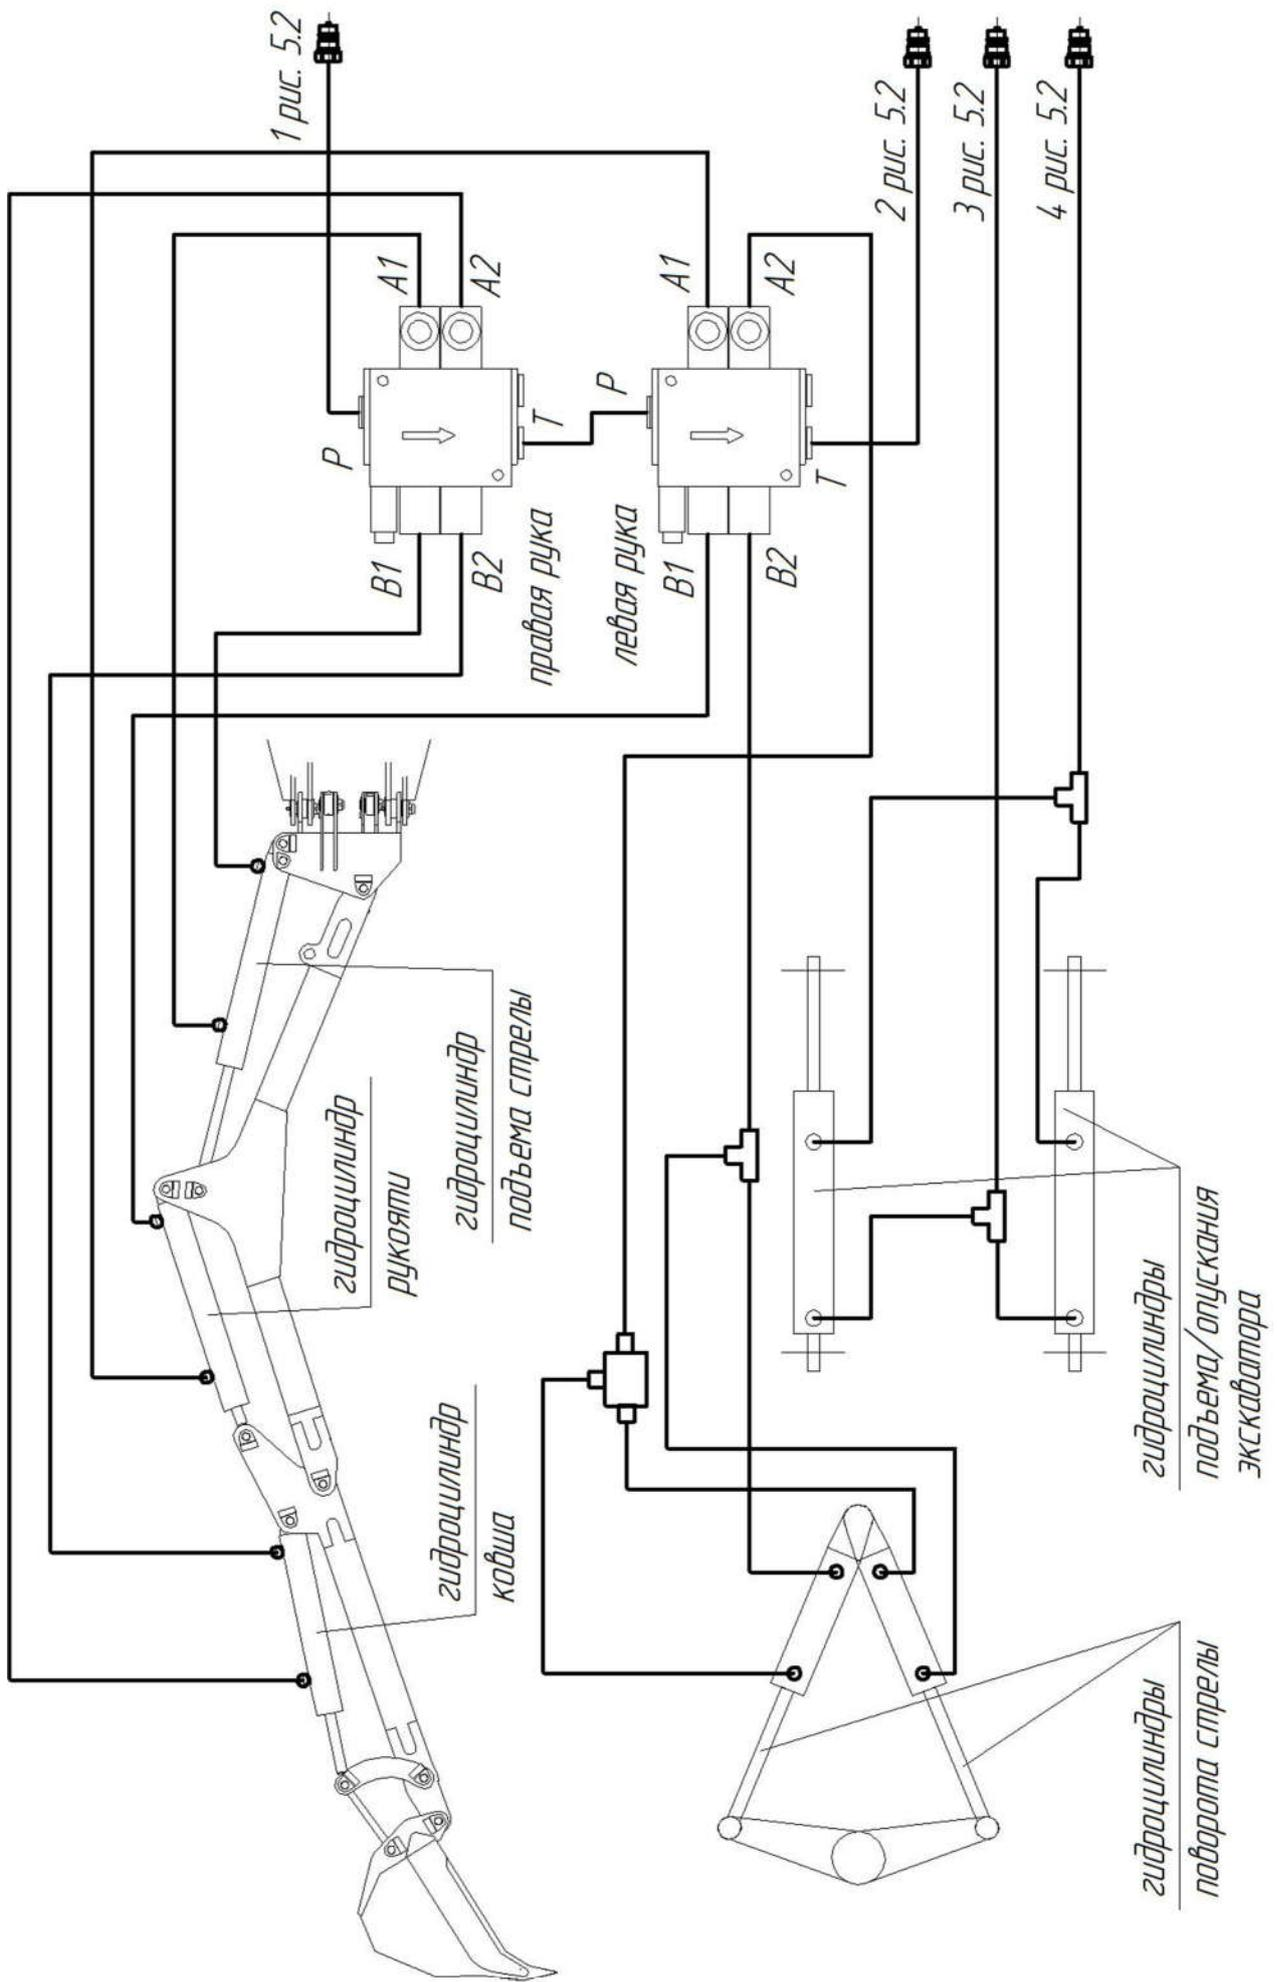

Рис.5.1
1.4.4. Гидросистема оборудования (Рис.5.1, Рис.5.2, Рис.5,3)
- проверьте надежность креплений и установки оборудования, соответствие гидравлических соединений схеме на рис.5.1, 5.2;